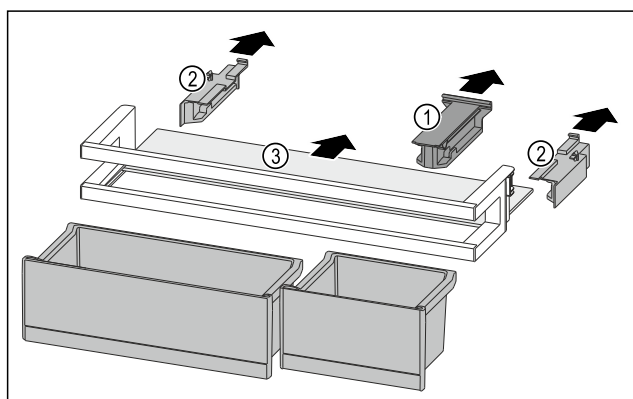

Fig. 184
- Hiqni pjesën mbajtëse Fig. 184 (1).
- Hiqni pjesët anësore Fig. 184 (2).
- Hiqni raftin mbajtës Fig. 184 (3).